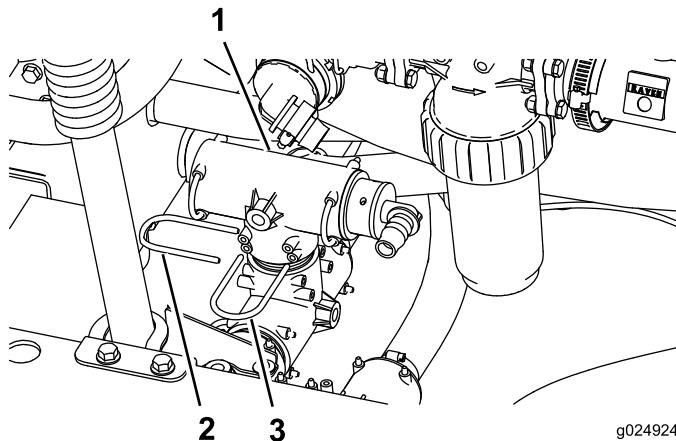

図 25
2. T字アセンブリを、機体後部の左側下にある T字マウントアセンブリに取り付ける（図 25）。